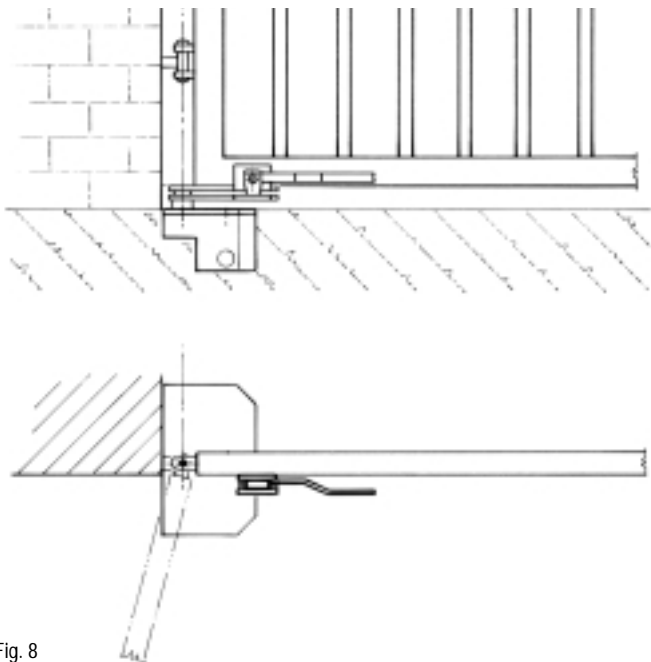

Fig. 8
N.B. Nel caso di cancello già esistente con supporto portante a terra, l'installazione è possibile facendo fare la funzione di supporto al motore (vedi installazione Fig. 8 - 9).
N.B. In the case of an existing gate with its load bearing support in the ground, installation is possible using it as the motor support (see installation Fig. 8 - 9).
N.B. En cas de barrière préexistante avec un support portant à terre, l'installation est possible et faisant exercer la fonction de support au moteur (voir installation Fig. 8 - 9).
N.B. Falls bereits ein Tor mit Träger am Boden existiert, ist die Installation möglich, indem die Trägerfunktion vom Motor übernommen wird (siehe Installation Abb. 8 - 9).